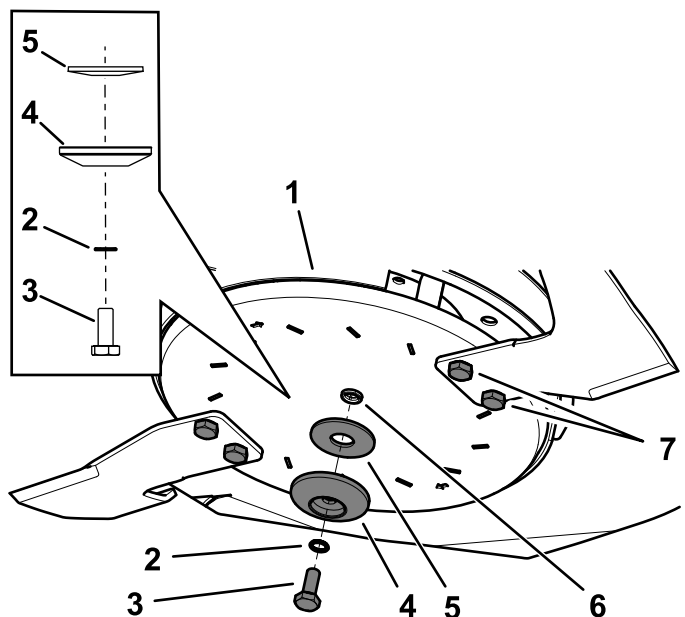

Рисунок 111
- Установите боковой нож в сборе, используя ранее снятый болт диска, зубчатую шайбу, держатель ножа и изогнутую шайбу. (Рисунок 111).